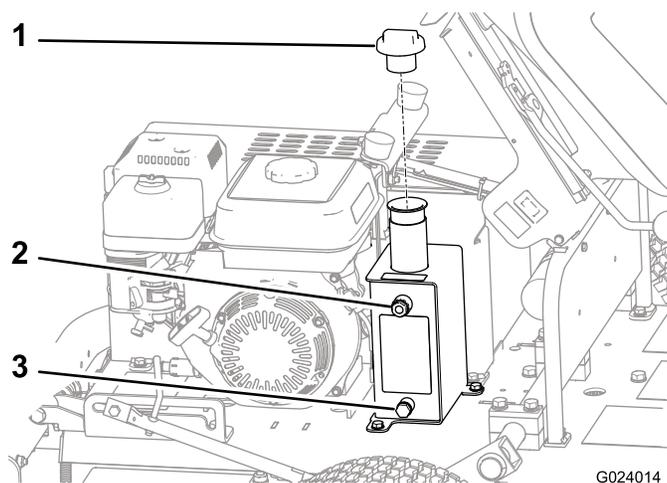

Figura 34
3. Localice la mirilla (Figura 34) en el lado del depósito de aceite hidráulico.
4. Si el nivel de aceite es bajo, retire el tapón de la parte superior del depósito (Figura 34) y añada suficiente aceite para que llegue al nivel correcto de la mirilla.
1. Coloque un recipiente debajo del tapón de vaciado del depósito hidráulico (Figura 34).
2. Retire el tapón del lado del depósito (Figura 34).
8. Retire el tapón del depósito de aceite hidráulico (Figura 34).